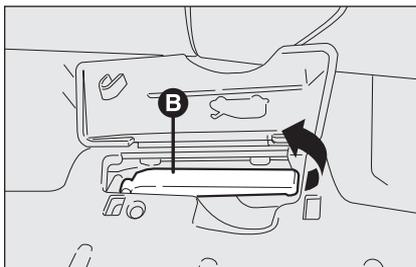

рис. 105
– потяните рычаг по направлению стрелки **B-рис. 105**;